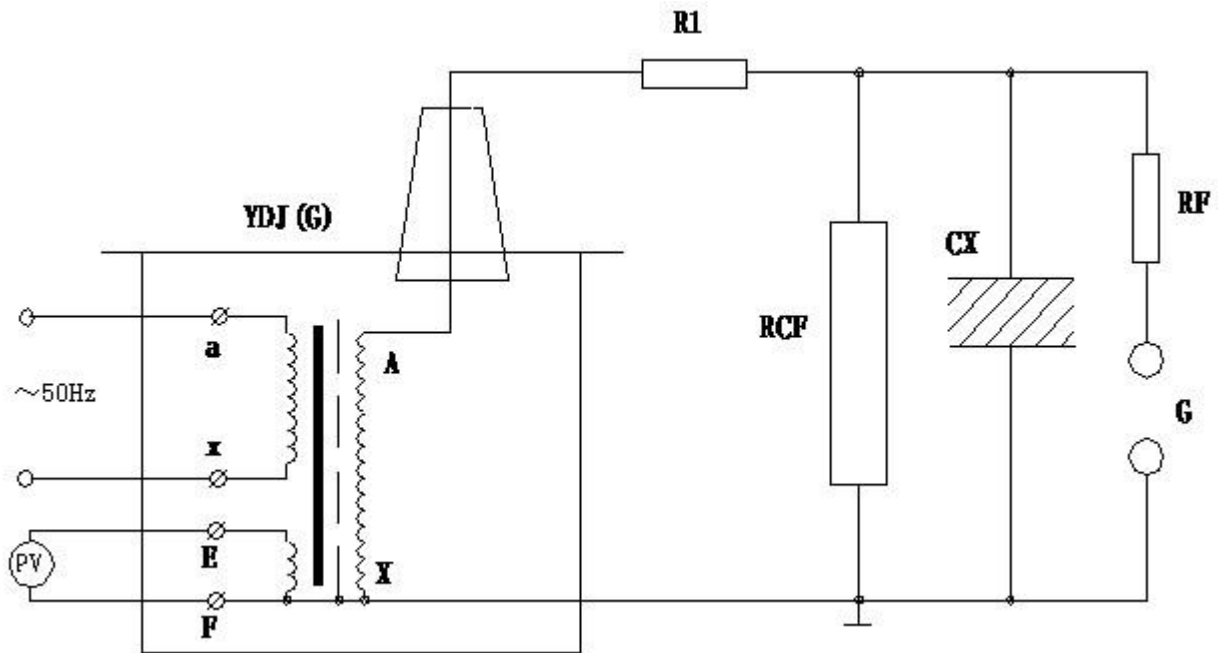

图 6：被试品工频耐压试验接线图
1、 YDJ 试验变压器做被试品的工频耐压试验使用接线原理图见图 6。
在工频耐压试验中，低压侧测量电压（仪表电压）不是非常准确的，其原因是由于试验变压器存在着漏抗，在这上漏抗上必然存在着压降或容升，使试品上的电压低于或高于低压侧测量电压表上反映出来的电压。工频耐压试验时，被试品上的电压高于试验变压器的输出电压，也就是所谓容升现象。感应耐压试验时，试验变压器的漏抗必须存在着压降。为了准确测量被试品上所施加的电压，因此常在高压侧接入 FRC 阻容分压器来测量电压（见图 6）。